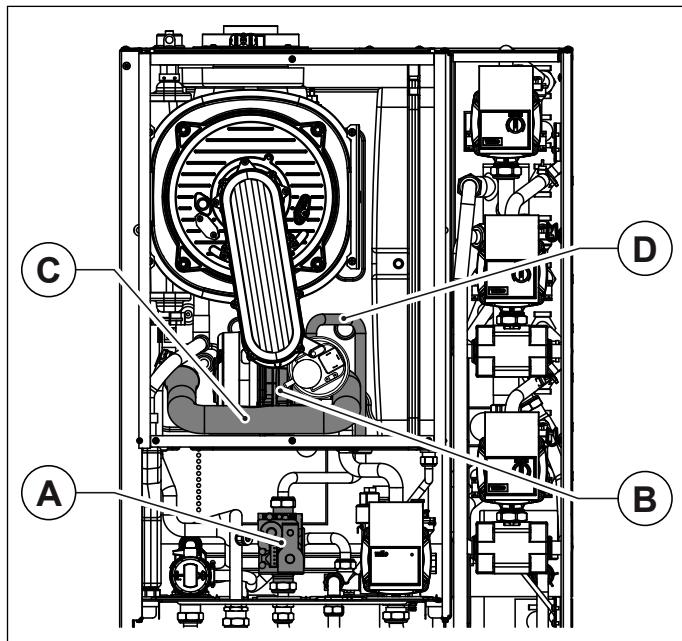

Fig. 35 Tobă de aspirație
- Înlăturați toba de aspirație având grija să deșurubați mai întâi șuruburile care fixează amestecătorul (vezi Fig. 35 Tobă de aspirație).
- Deconectați conducta de gaz de la amestecător (vezi Fig. 35 Tobă de aspirație).